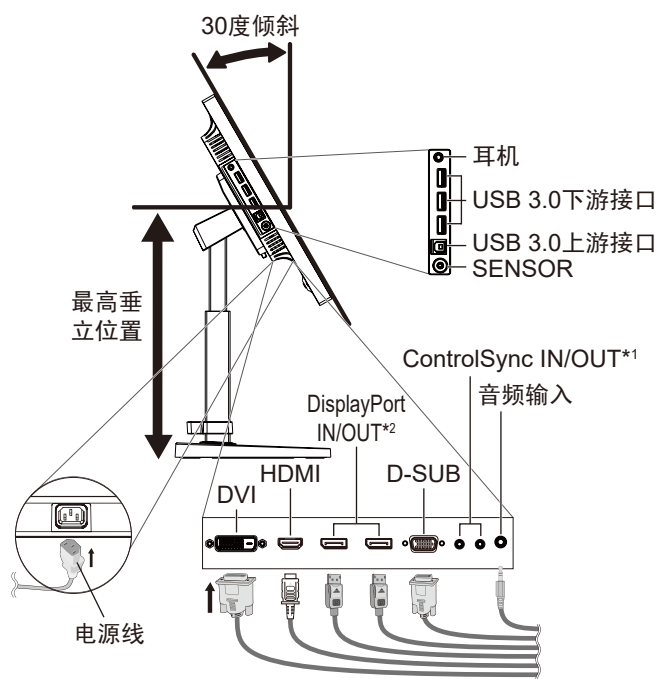
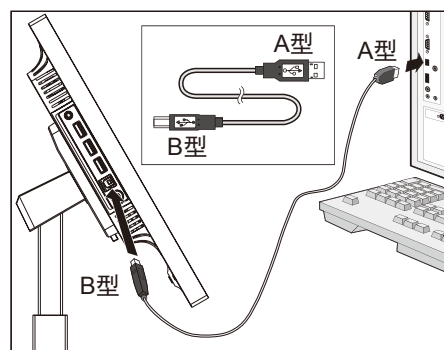

图 C.1
图 C.1a
4. 连接所有的电缆线至适当的接头 (图 C.1)。当使用 USB 信号线时，将 B 型连接头连接至显示器右后侧的 USB 上游接口并且将 A 型连接头连接至计算机的 USB 下游接口 (图 C.1a)。如果使用 USB 装置的电缆线，请插入在显示器的下游接口之一。
5. 当使用选购的传感器时，请将立体声微型插头线连接至 SENSOR (图 C.1)。